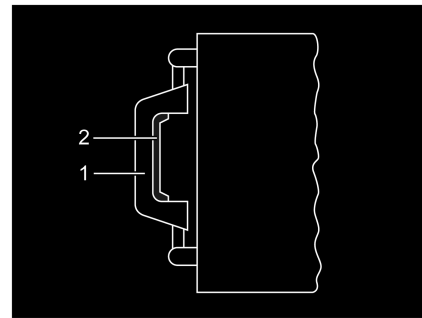

Fig. 61 Lanterneau, poignée
- Appuyer sur le verrou (Fig. 61,2) vers l'intérieur du lanterneau. Pousser le lanterneau simultanément vers le haut par la poignée (Fig. 61,1).
- Tirer fortement le lanterneau vers le bas par les deux poignées (Fig. 61,1) jusqu'à ce que les deux pousoirs s'encliquettent.